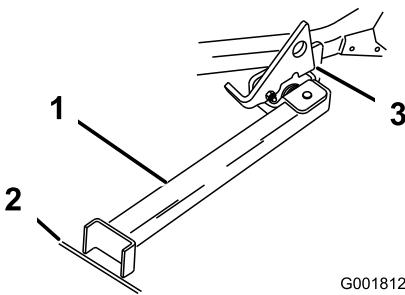

Figura 41
3. Alzate il dispositivo di chiusura. Portate il piede del supporto sul davanti e spostate il supporto verso la macchina, nell'intaglio inferiore (Figura 40e Figura 41).
4. Mettete a terra il piede del supporto ed appoggiate il dispositivo di chiusura sull'aletta orientabile (Figura 41).
- Nota:** Per ottenere risultati ottimali, appoggiate il piede del supporto nelle fessure del marciapiede o nel tappeto erboso (Figura 41).
6. Guidate sul supporto. Fermatevi quando il dispositivo di chiusura cade sull'aletta e si chiude (Figura 41). Una volta sul supporto, innestate il freno di stazionamento e spegnete il motore.